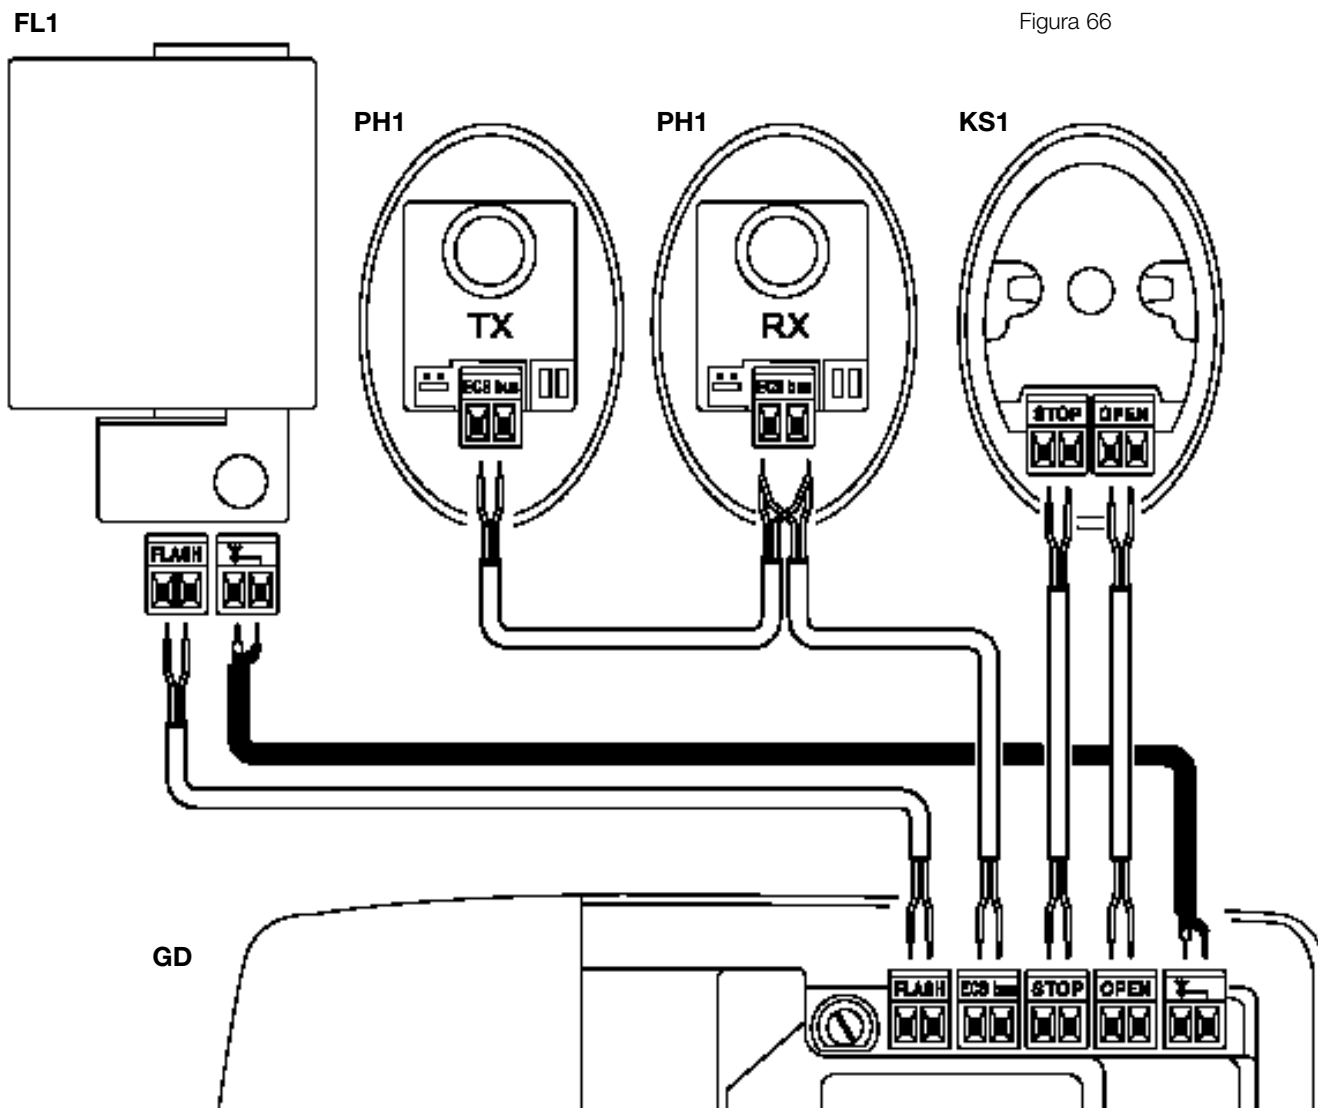

Figura 65
3 Utilizzare come riferimento la Figura 65 per effettuare il collegamento elettrico in bassissima tensione dei vari dispositivi ai morsetti della centrale.
- in quasi tutti i collegamenti non è necessario rispettare alcuna polarità; solo per il cavetto schermato dell'antenna incorporata nel lampeggiante FL1 (accessorio opzionale), è necessario collegare l'anima centrale e lo schermo come in figura 65.
1 Realizzare il fascicolo tecnico dell'automazione che dovrà comprendere almeno: disegno complessivo (ad esempio figura 1), schema dei collegamenti elettrici (ad esempio figura 65), analisi dei rischi e relative soluzioni adottate, dichiarazione di conformità del fabbricante di tutti i dispositivi utilizzati. Per GD utilizzare l'allegato 1 "Dichiarazione CE di conformità dei componenti di GD".